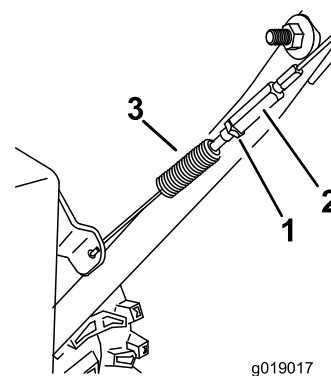

Рисунок 38
3. Ослабьте натяжение или подтяните винтовую стяжку, чтобы отрегулировать длину пружины на 2,75 дюйма (7 см) (Рисунок 38).
4. Затяните контргайку (Рисунок 38), убедившись, что имеется небольшое натяжение тросика.